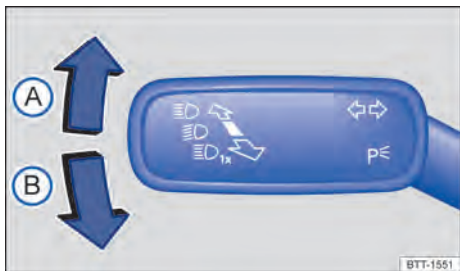

Fig. 108 À esquerda na coluna de direção: alavanca dos indicadores de direção e do farol alto.
- Traga a alavanca dos indicadores de direção e do farol alto da posição central para a seguinte posição → Fig. 108:
- (A) Piscar à direita ➡.
- (B) Piscar à esquerda ◀.